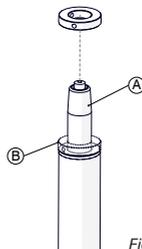

Fig.11
- Introduzca el aro metálico de la bolsa de accesorios a través del eje del pistón **A** (Fig.11) hasta la posición **B** (Fig.11).